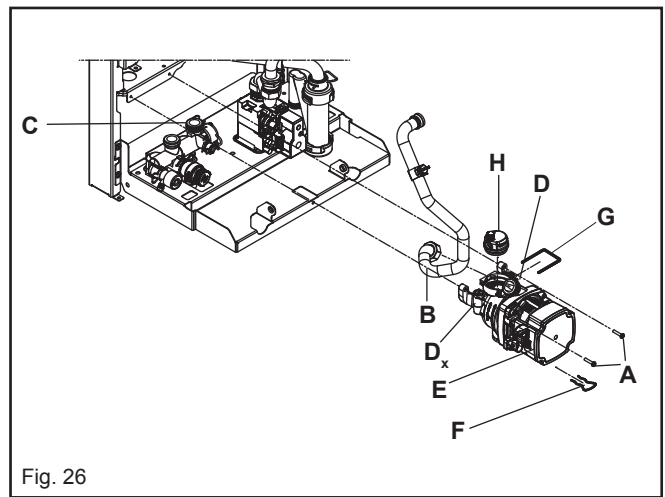

Fig. 26
6.4 PUMP ASSEMBLY (fig. 26)
6.6 LOWER AUTOMATIC AIR RELEASE VALVE (fig. 26)